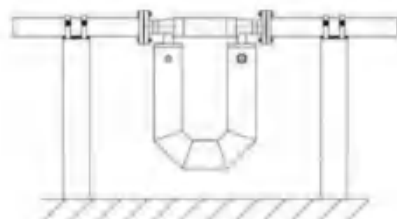

图5.3
1. 当质量流量计测量液体时, 壳体应向下安装。如图 5.3 所示, 防止气体聚集在传感器振管。